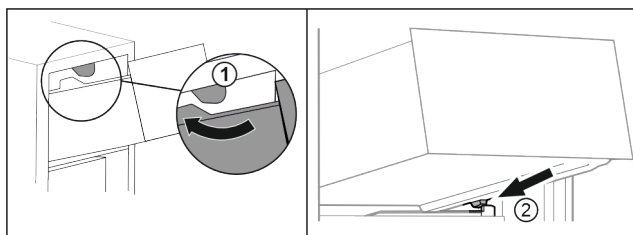

Fig. 111
- Poprowadzić szufladę wokół górnego stopera. Fig. 111 (1)
- Założyć szufladę pod skosem za dolnymi stoperami na żebro pojemnika. Fig. 111 (2)